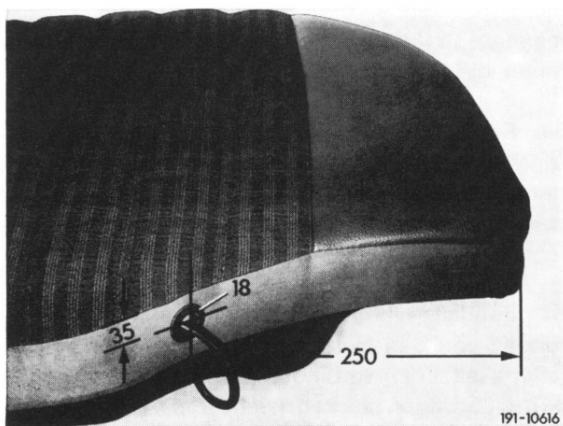

Bild 13
35 Bezug teilweise am Fondsitz und an der Fondlehne montieren. Anschließend Löcher für die Ösen (18) nach Bild 13 und 14 anzeichnen und mit einem Locheisen von 18 mm Durchmesser Löcher in die Bezüge schlagen.
36 Ösen (18) mit den Scheiben (19) am Bezug des Fondsitzes und der Fondlehne montieren (Bild 13 und 14).